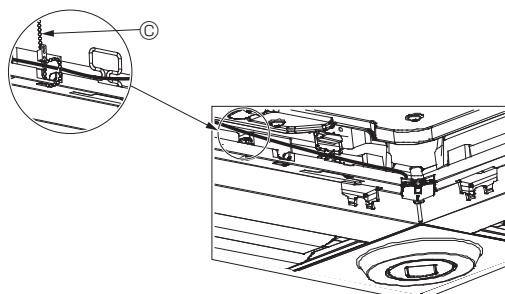

Fig. 10-12
- Şemada gösterildiği gibi i-See sensör ve sinyal alıcı kablolarnı, kablolarda gevşeklik olmayacağı şekilde tespit malzemesi ile tespit edin ve daha sonra tespit malzemesinin fazla kısmını kesin. (Fig.10-12)
- Eğer i-See sensör konumu “○” konumundan (E) “□” konuma (F) değiştirilmişse , anahtar ayarlarını değiştürün. (Sayfa 181'ye bakın.)